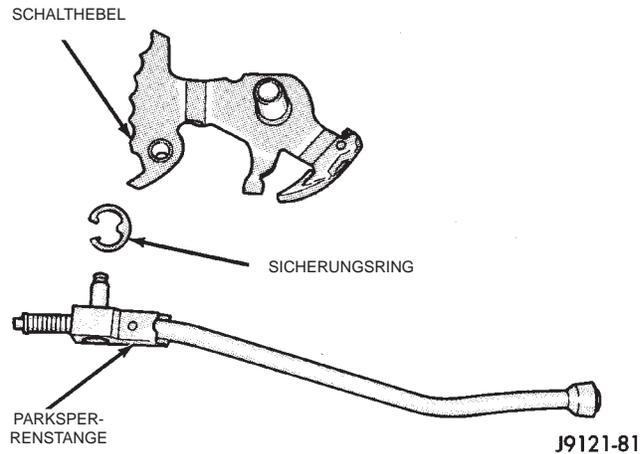

Abb. 63 Parksperrenstange
(39) Falls notwendig, das Ende der Parksperrstange in den Schalthebel einhängen und Sicherungsring montieren (Abb. 63).